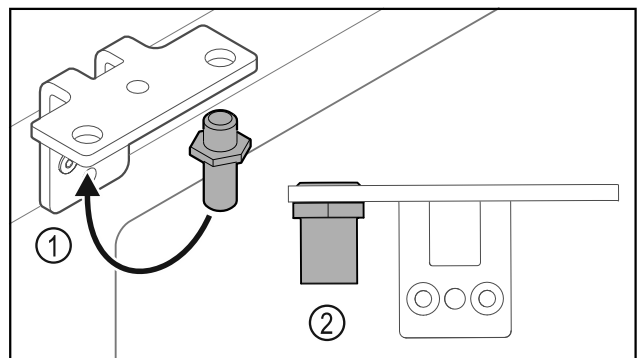

Fig. 35
- ▶ Sett om bolten Fig. 35 (1) i hengselvinkelen.
- ▶ Trekk til bolten Fig. 35 (2) med **et tiltrekingsmoment på 12 Nm.**